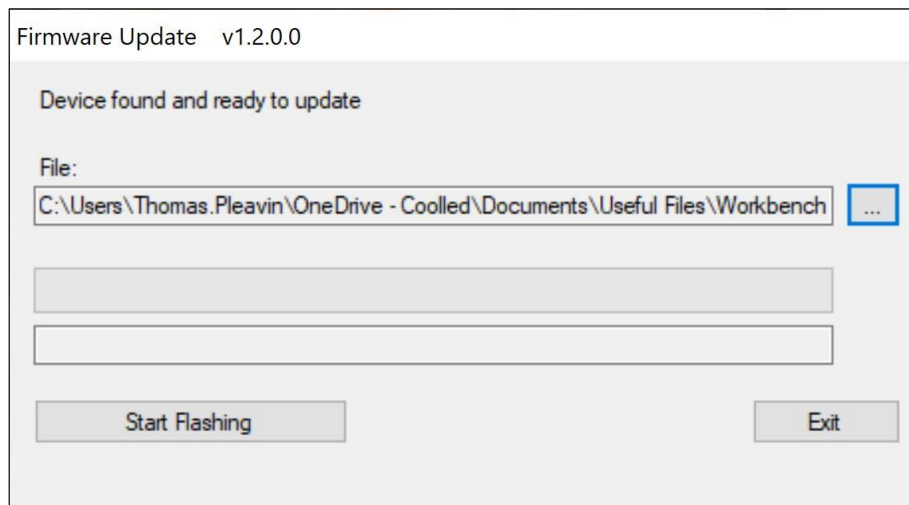

Abbildung 57 - Fenster der Firmware-Aktualisierung, bereit zum Klicken auf "Start Flashing".
12. Wenn der Dateipfad in das Feld *Datei* eingegeben wurde, klicken Sie auf die Schaltfläche *Flashing starten* (Abbildung 57).